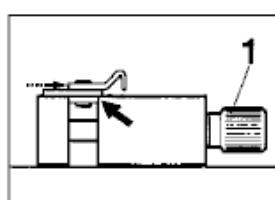

fig. 3
Coloque la cadena en el tornillo de banco como se muestra en la fig.3. Apriete suavemente el tornillo de banco mediante el pomo (1). Coloque el remache